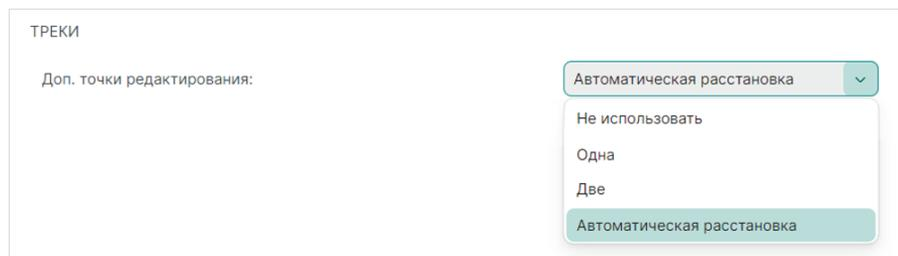

Рис. 92 Выбор дополнительных точек редактирования
- «Дополнительные точки редактирования» – настройка определяет количество дополнительных точек редактирования, выбор осуществляется в выпадающем меню, см. Рис. 92.